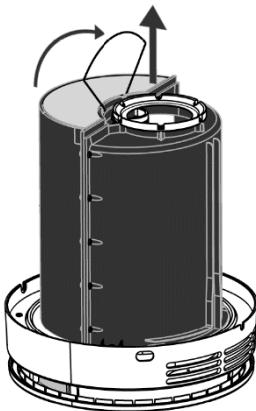

Abbildung 32- Den äußeren Filter herausnehmen
- Den Metallbügel öffnen, der den äußeren Filter in Position hält, siehe nachstehende Abbildung 32 oben.